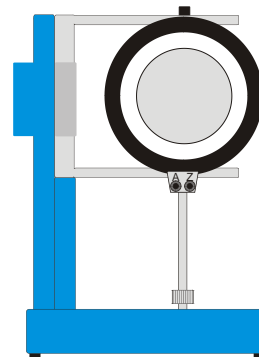

Fig. 2 Aufbau der Spule
- Röhre in einem Winkel von  $90^\circ$  zu ihrer normalen Position im Halter platzieren (siehe Fig.2).